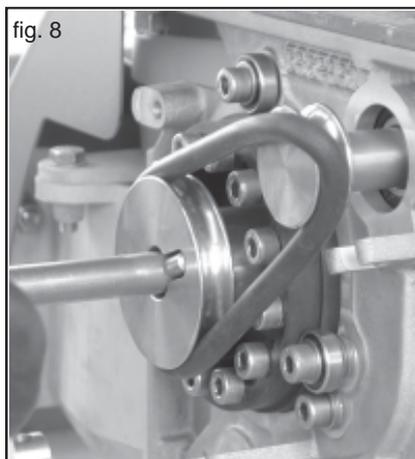

fig. 8
- Zum Abschalten der Rührwelle den Rundriemen über die Kante der Antriebsscheibe heben und auf der Gegenseite das Dosierrad leicht in Förderrichtung drehen. Der Riemen springt ab (Abb. 8).